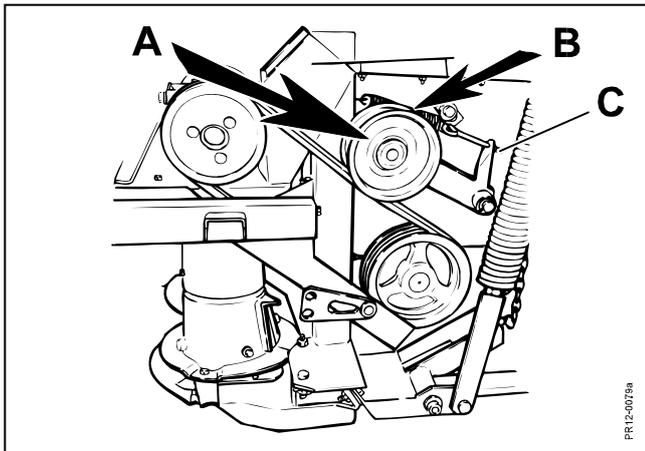

Fig. 5-17
- Fig. 5-17** Le cinghie trapezoidali vengono serrate con la puleggia tendicinghia **A**. La puleggia tendicinghia viene serrata automaticamente tramite la molla **B**. La molla dovrebbe essere regolata in modo tale che ci siano sempre almeno 1-2 mm di "aria" tra gli occhielli. La regolazione viene eseguita tramite il dado **C**.